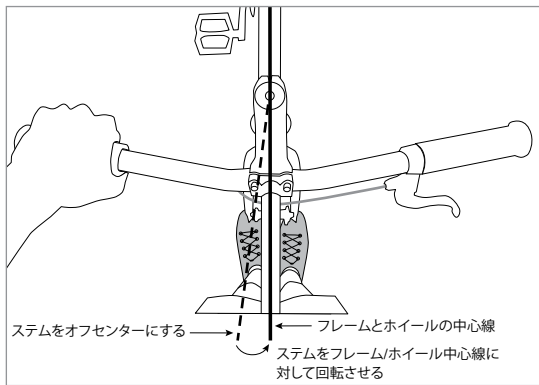

図 2
- ステムをフレーム/フロントホイールに合わせて位置を調整します(図2)。トルクレンチと六角ビットソケットを使用して、ステムに記載されているトルクまで2本のステムステアラーバインダーボルトを交互に締め付けます。